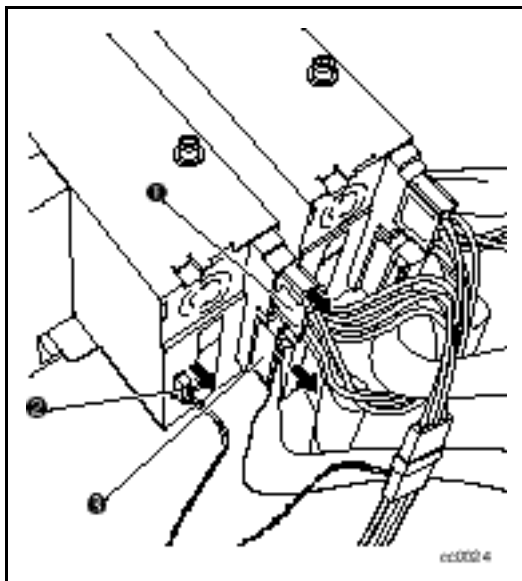

Figura 7. Conexión de la nueva unidad
3. Conecte el cable de alimentación ❶, el cable serie ❷ y el cable SCSI ❸ a la nueva unidad (vea la Figura 7).